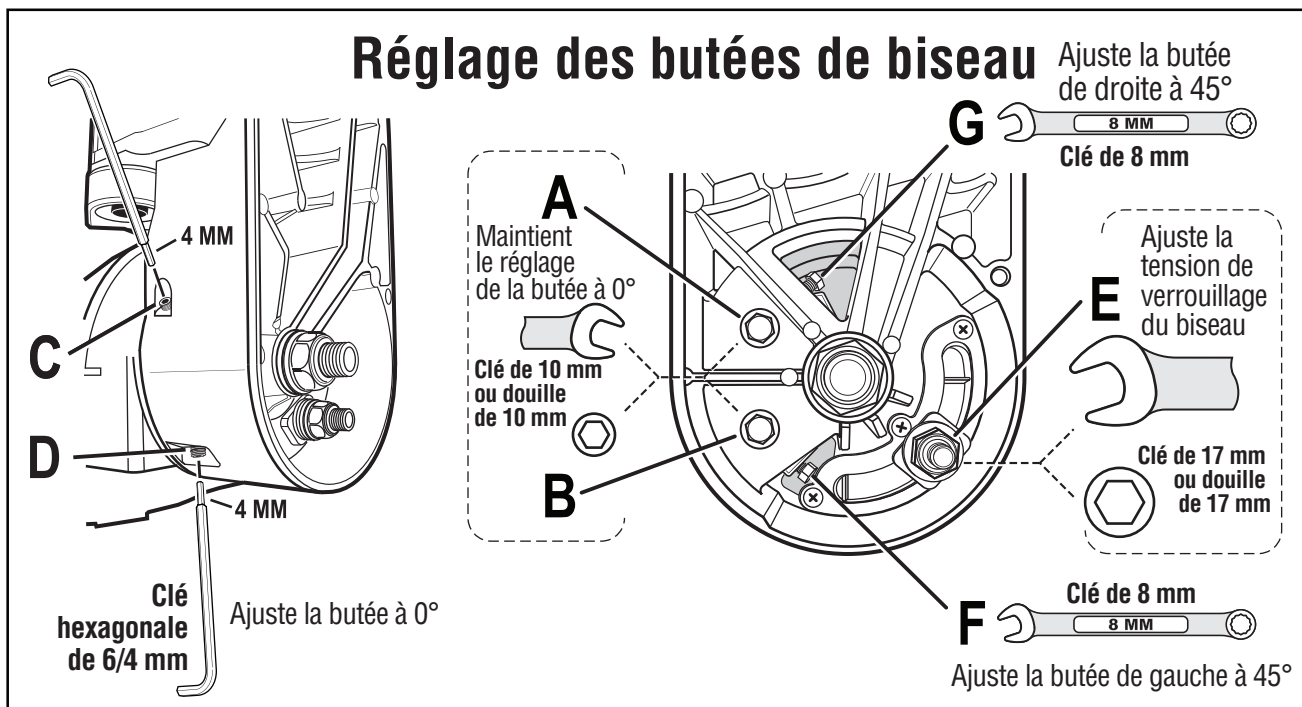

Figure 23
2. Desserrez les têtes des boulons « A » et « B » en utilisant une douille (avec une clé à douille) ou une clé à molette de 10 mm. Desserrez les boulons d'au moins un tour complet (voir Figure 23).